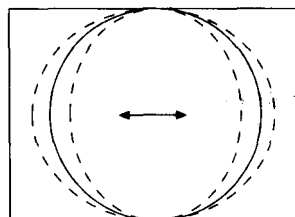

Fig. 2
- d) Ajustar la posicion horizontal para obtener una imagen centrada (Fig. 2).